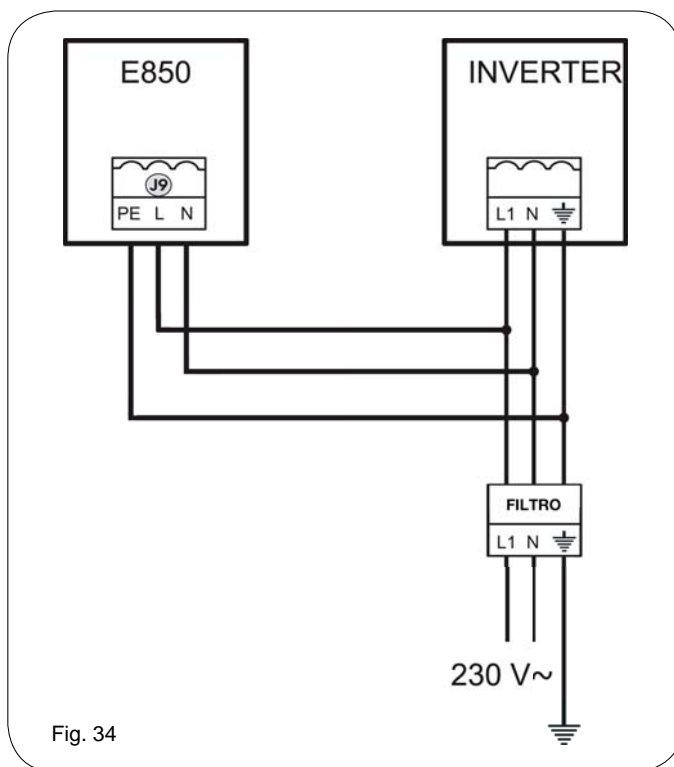

Fig. 34
11.4.5 MORSETTIERA J9 - ALIMENTAZIONE (FIG. 34)